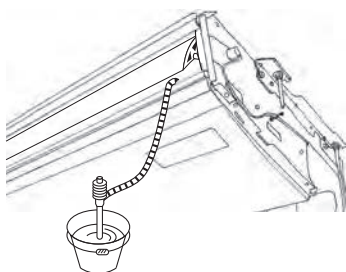

Fig. 5-3
1. Прикріпіть з'єднувальну муфту ⑤, яка входить в комплект блока, до дренажного отвору на блоці за допомогою полівінілхлоридного клею.
2. Натягніть покриття ⑥, яке входить в комплект блока, на з'єднувальну муфту ⑤.
3. Прикріпіть зовнішню дренажну трубу (VP-20) з'єднувальної муфти ⑤ за допомогою полівінілхлоридного клею.
4. Обмотайте покриття ⑦, яке входить в комплект блока, навколо дренажної труби (слід обмотати стики стрічкою).
- С Покриття муфти ⑥
- Д З'єднувальна муфта ⑤
- Е Покриття дренажної труби ⑦
5. Перевірте належне функціонування дренажу. (Fig. 5-3).